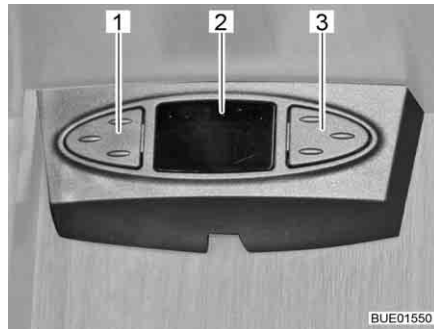

Fig. 28 Ratón satélite
Según el modelo, la instalación de antena parabólica estará equipada con un ratón satélite. La visualización (Fig. 28,2) del ratón satélite indicará el canal ajustado. Con las dos teclas se pueden manejar las funciones básicas de la instalación de antena parabólica (cambiar de programa, conectar/desconectar).
- Seleccionar el programa anterior de la lista de programas: Pulsar la tecla izquierda (Fig. 28,1).
- Seleccionar el programa siguiente de la lista de programas: Pulsar la tecla derecha (Fig. 28,3).
- Cambiar de radio a televisión y viceversa: Pulsar las teclas (Fig. 28,1 y Fig. 28,3) brevemente al mismo tiempo.
- Conectar/desconectar el receptor: Pulsar las teclas (Fig. 28,1 y Fig. 28,3) al mismo tiempo y mantenerlas pulsadas.